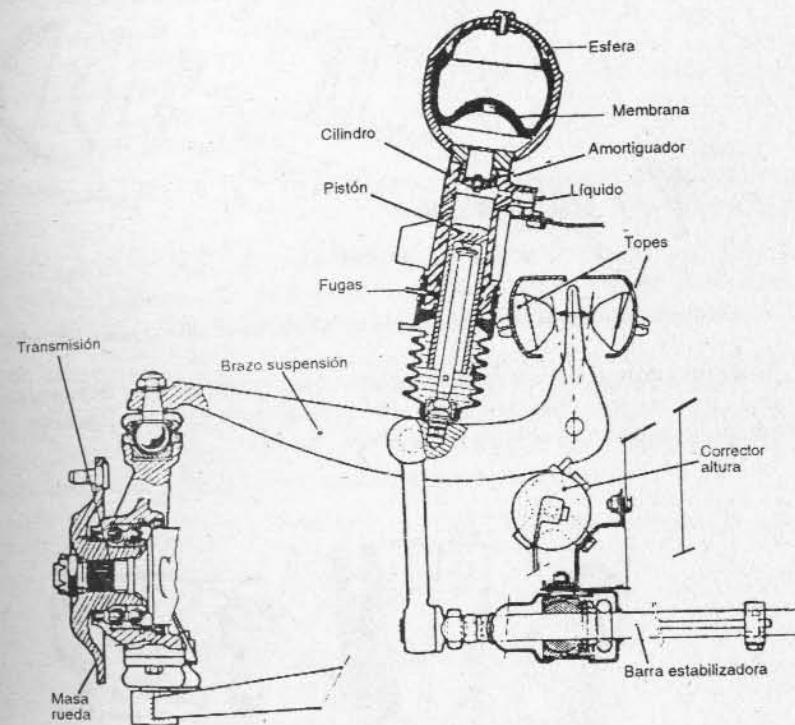

Fig. 1-18.— Disposición de los elementos que componen la suspensión delantera.
**14. Suspensión hidroneumática GS y CX.**— Los modelos GS y CX están equipados con la suspensión hidroneumática Citroën. Cada brazo de rueda está provisto de una **esfera** neumática y de un cilindro-pistón hidráulico, que mantienen suspendido el automóvil con eficiencia y suavidad, mediante la acción del gas y del líquido, ambos a presión. El gas constituye el elemento elástico de la suspensión, y el líquido realiza la conexión entre los brazos de cada rueda y el gas (Fig. 1-18).